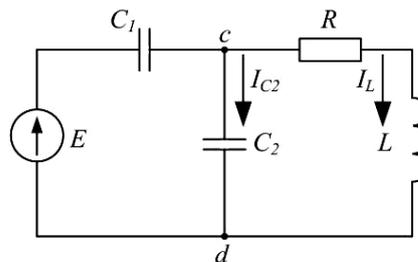

Рис. 3
3. Определить  $U_{cd}$ ,  $I_{C2}$ ,  $I_L$ , если  $E = 5 \text{ В}$ ,  $\omega = 10^5 \text{ с}^{-1}$ ,  $C_1 = 10 \text{ мкФ}$ ,  $C_2 = 5 \text{ мкФ}$ ,  $R = 10 \text{ Ом}$ ,  $L = 2 \cdot 10^{-2} \text{ мГн}$ . Построить векторную диаграмму токов и топографическую диаграмму напряжений (рис. 3).